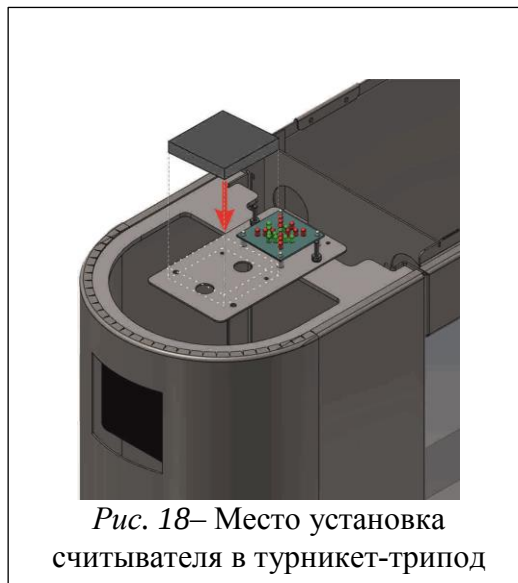

Рис. 18– Место установка считывателя в турникет-трипод
- В турникетах «GALAXY-M» считыватели устанавливаются на специальный, регулируемый по высоте кронштейн, который расположен под крышкой 4 рядом с световым табло индикации 3 (Рис.18).